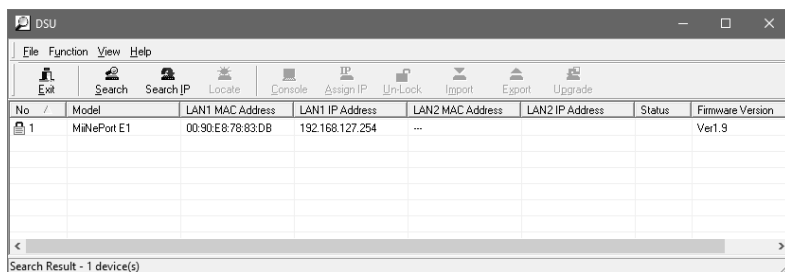

Рисунок 9 – Окно программы «DSU»
3.5.9 В списке устройств должен появиться преобразователь с IP-адресом **192.168.127.254** (по умолчанию для модуля «**MiiNePort E1**») (рисунок 9).